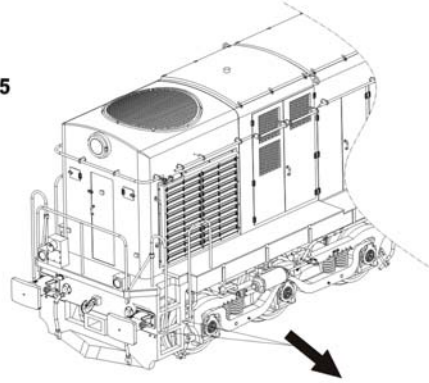

FIG.6
- 3- Saque el faldón completo tirando hacia el exterior. (Fig.6)